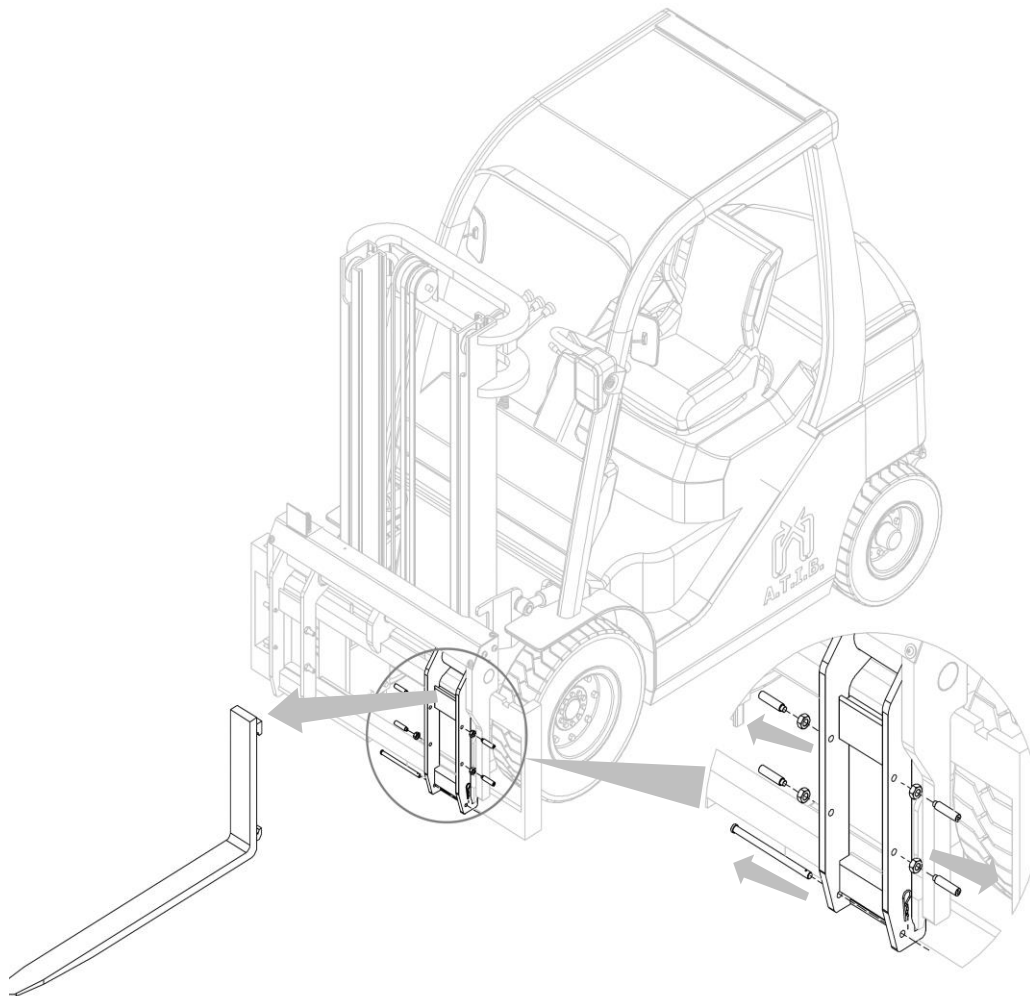

Figura 19
2. Rimuovere le forche dopo aver svitato i fermi forca e rimosso i perni inferiori (vedi *Figura 19*).